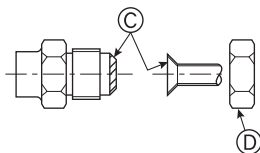

Fig. 4-8
- Ⓐ (Fig. 4-8)
- Ⓑ (Fig. 4-8)
### 4.4. Forbindelsesrør (Fig. 4-8)